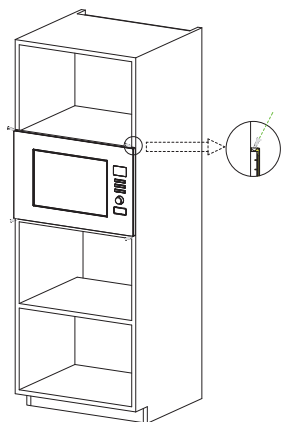

Fig. 2
b) Utilice los tornillos del embalaje de piezas para fijar el horno de microondas en el armario. (Fig. 2)